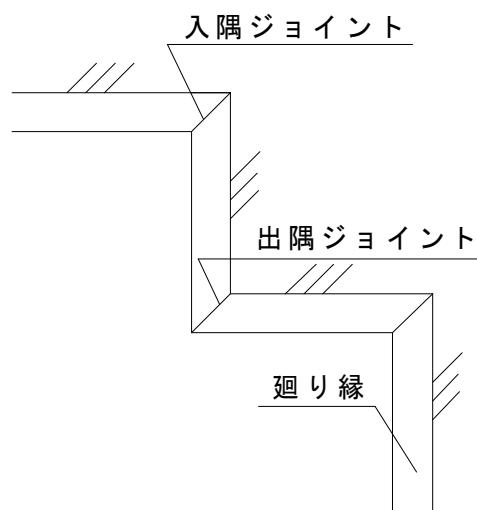

図2-3-3 廻り縁の取付け①(廻り縁の出隅、入隅)
- ③切断時は金切り鋸を用いて切断し、切断部分はヤスリ(細目)にて面合わせをすること。
④廻り縁のジョイント部は必ず専用の廻り縁ジョイントを使用し、出隅および入隅については、廻り縁を約45度で切断して廻り縁ジョイント(出墨、入墨ジョイント)により接続すること。(図2-3-3、図2-3-4参照)